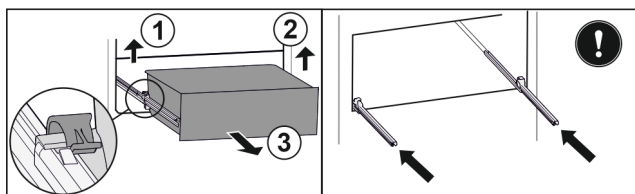

Fig. 191
- Ridicați cleva din stânga și trageți concomitent sertarul din stânga spre înainte. Fig. 191 (1)
- Ridicați cleva din dreapta și trageți concomitent sertarul din dreapta spre înainte. Fig. 191 (2)
- Extrageți sertarul spre înainte. Fig. 191 (3)